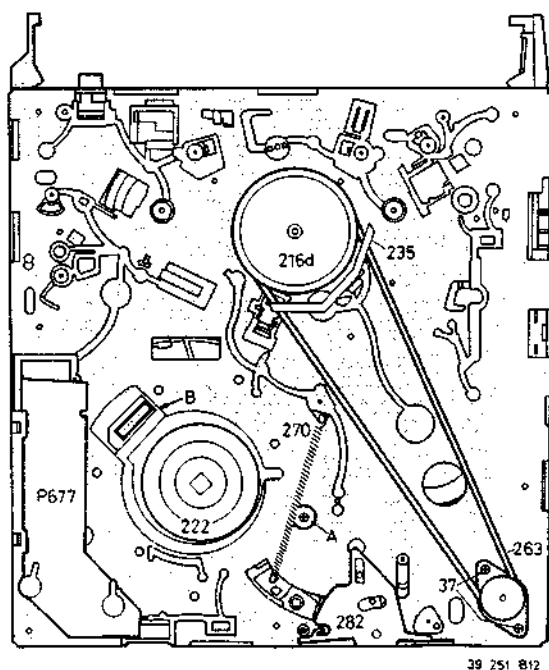

Fig. 3-1-7
Breng het apparaat in de ingeregen positie. Breng het loopwerk in de service positie (Fig. 2-9). Vanaf de onderzijde door de chassisplaat en de inrijgving (Fig. 3-1-7) schroef 27 verwijderen en de kop vervangen.
- Door de gaten in het chassis kunnen de 2 schroeven 37 uit de bovenplaat worden gedraaid. Fig. 3-1-7.